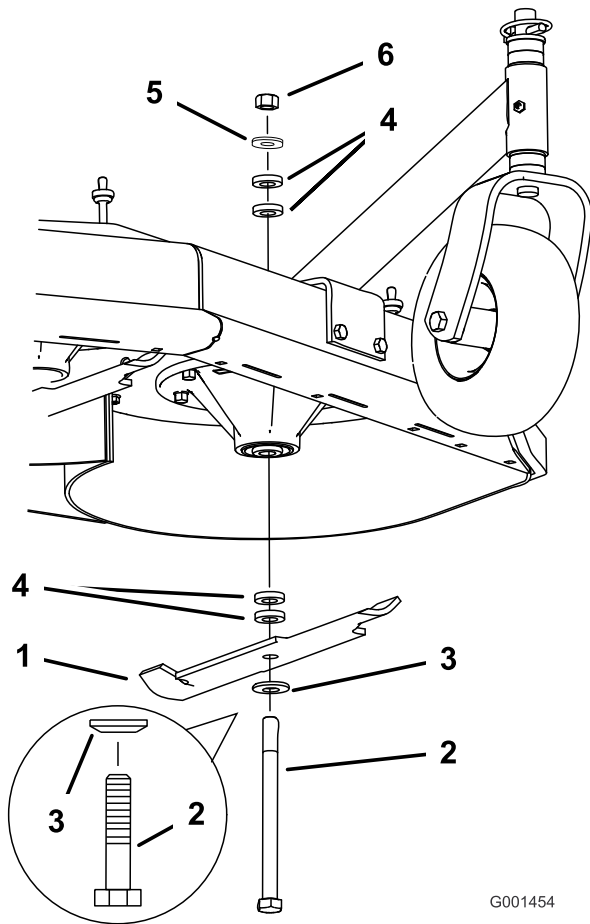

Bild 57
2. Entfernen Sie die Mutter, Messerschraube, Wellenscheibe, die Messerdistanzstücke und die dünne Scheibe von der Spindel (Bild 57).
1. Setzen Sie die Schraube, Wellenscheibe und das Messer ein. Wählen Sie die richtige Anzahl der Distanzstücke für die Schnitthöhe und schieben Sie die Schraube in die Spindel (Bild 57).
2. Setzen Sie die restlichen Distanzstücke auf und befestigen sie mit einer dünnen Scheibe und einer Mutter (Bild 57).